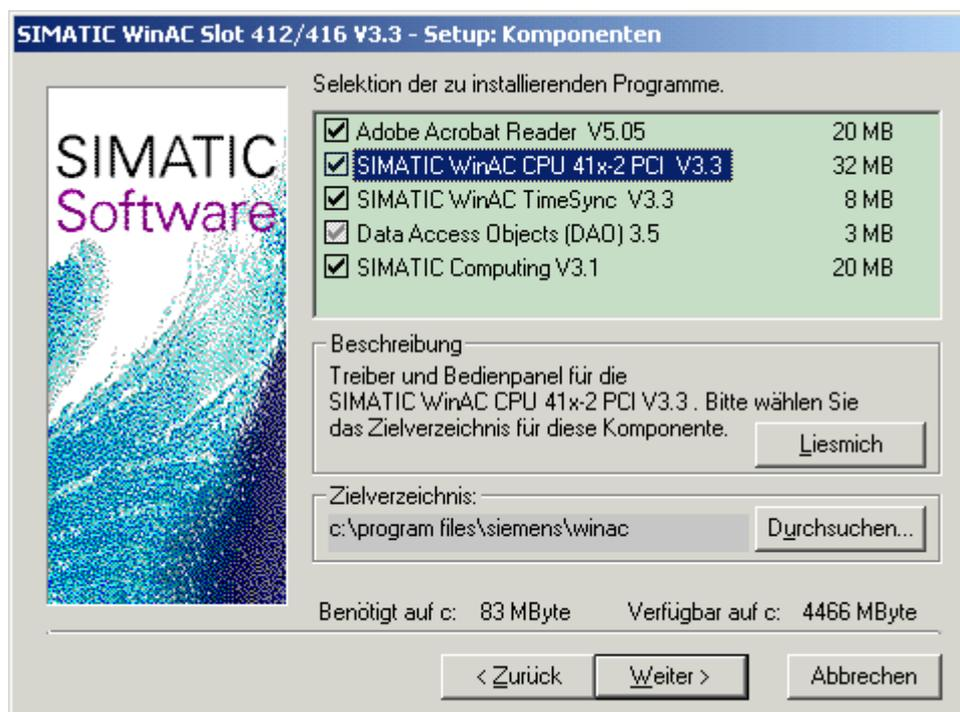

Bild 3-1 Installieren der Komponenten von WinAC Slot 41x
3. Folgen Sie den Anweisungen, bis Bild 3-1 erscheint.